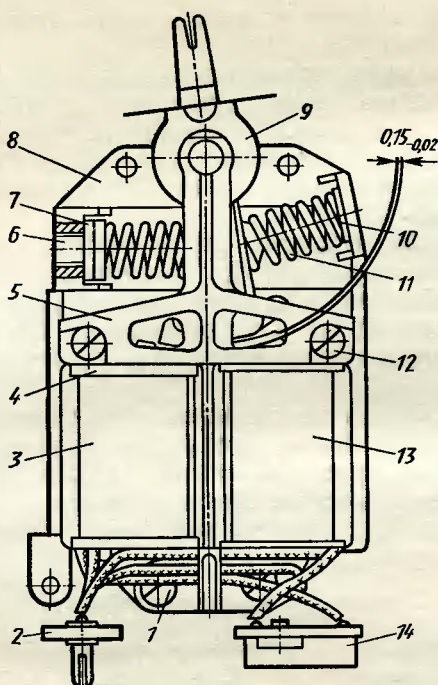

Рис. 2. Электромагнитный привод бритвы «Оксамит-80»:
**Сборка.** После ремонта и замены изношенных деталей собирают электромагнитный привод. Произвести электрический монтаж катушек 3 и 13 (рис. 2), переключателя 14 напряжения и сетевой колодки 2, предварительно установив накладку 4. На статор привода надеть катушки выводами наружу (вниз). Установить статор с катушками на основание 8. Ось основания смазать смазкой ВНИИ МП-260, надеть на ось бронзовую шайбу и ротор 9, вставить между ротором и статором щуп толщиной 0,15 мм, надеть на ось еще одну бронзовую шайбу и установить кронштейн 5. Между ротором и статором необходимо обеспечить зазор в 0,15 мм, равномерный по всей длине дуги образующей